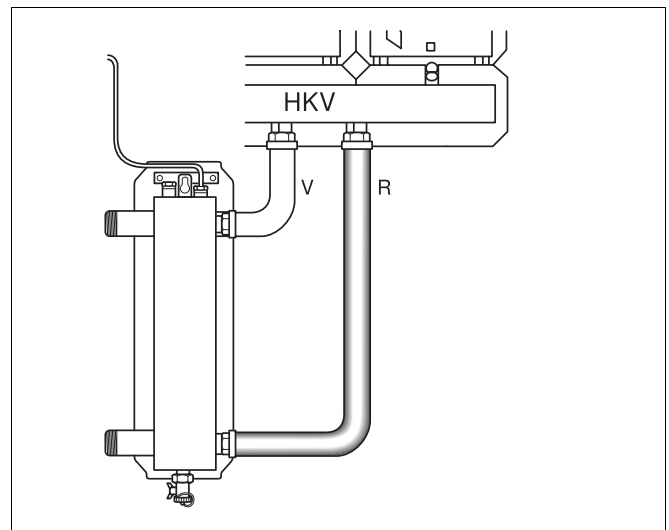

Abb. 9 Rücklaufrohr
- Überwurfmutter des Rücklaufrohres (Abb. 9, Pos. R) mit Flachdichtung an den Rücklauf des Heizkreis-Verteilers schrauben.